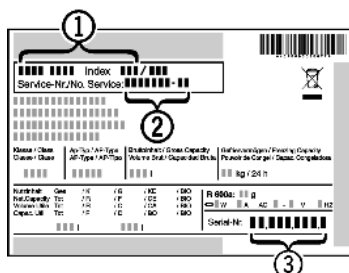

Fig. 23
▶ Označení přístroje Fig. 23 (1), servisní číslo Fig. 23 (2) a sériové číslo Fig. 23 (3) naleznete na typovém štítku. Identifikační typový štítek je umístěn na levé vnitřní stěně přístroje.
▶ Informujte zákaznický servis a sdělte poruchu, označení přístroje Fig. 23 (1), servisní číslo Fig. 23 (2) a sériové číslo Fig. 23 (3).